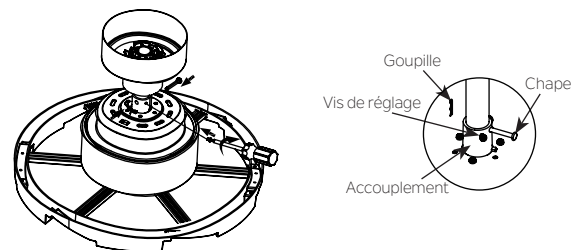

Fig. 11
Étape 6. Faites passer l'axe de chape à travers la tige de descente et l'accouplement qui se trouvent sur le moteur, et fixez-le avec l'épingle à cheveux. Serrez les vis de réglage de l'accouplement. (Fig. 11)